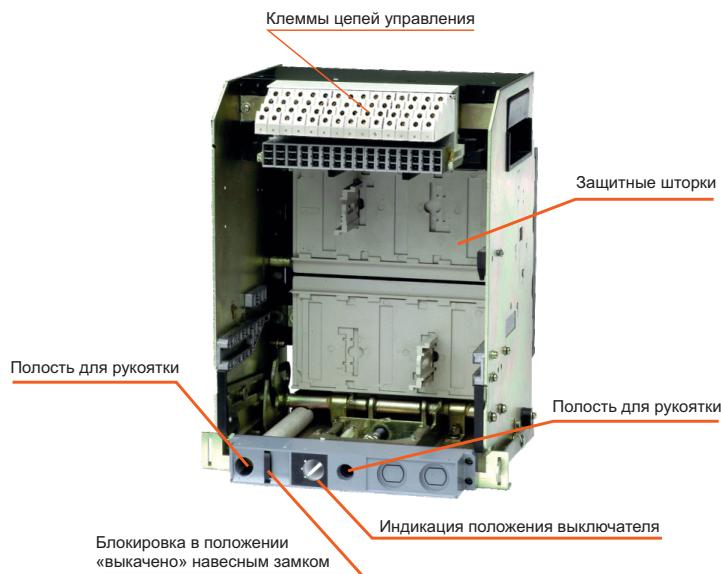

Рисунок 2 – Корзина выключателя OptiMat A-S1
4.2 Корзина состоит из следующих узлов, смотри рисунок 2.